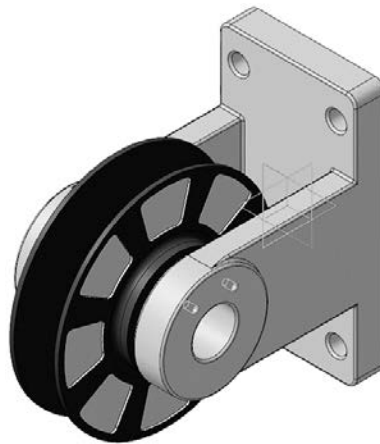

Рис. 29. Деталь «Втулка» и сборочная единица «Ролик» в сборе
2.3.10 Нажмите кнопку **Создать объект**  на Панели специального управления. Сборочная единица *Ролик* займет правильное положение в сборке (рис. 29).